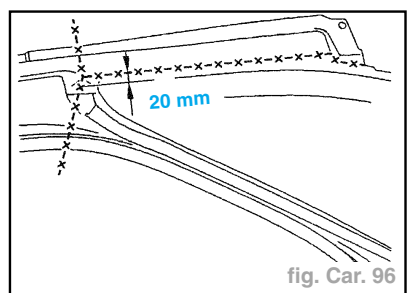

fig. Car. 96
- Tracer à **20 mm** la découpe du côté d'habitacle partie arrière (fig. Car. 96).